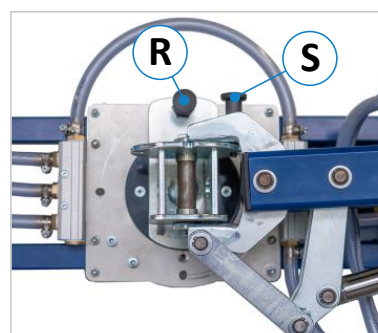

Figure 13 : boulon d'arrêt
Pour tourner ou pivoter le dispositif de serrage, activez d'abord les deux freins de roue. Pour le réglage, le boulon d'arrêt correspondant (R) ou (S) doit être déverrouillé en le retirant (voir ⇒ Figure 13).